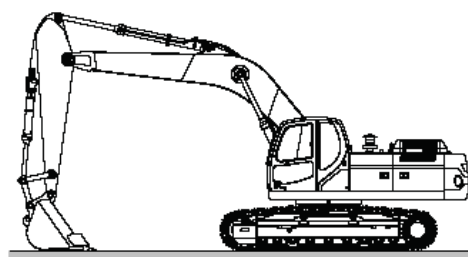

Рис. 69
1. Следует ставить экскаватор на стоянку на плотном ровном грунте. Опустить ковш на грунт, как показано на рис. 69.